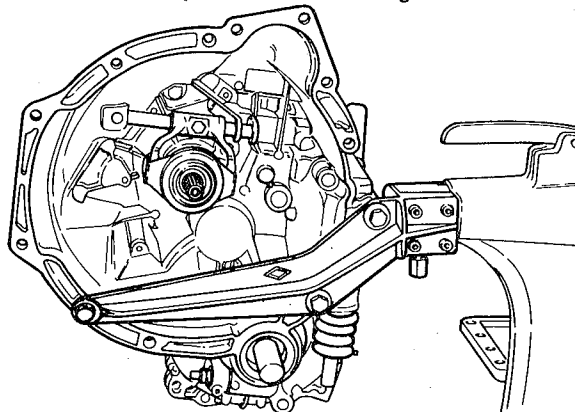

fig. 46
1. Instalar a transmissão em um suporte, com o auxílio do adaptador 16-022 (fig. 46)